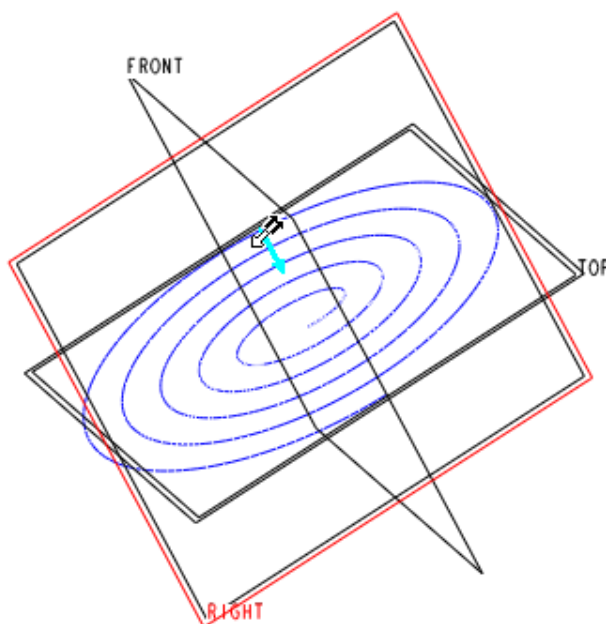

图 57-5
- (1) 单击基准特征工具栏中的  按钮，打开【草绘的基准曲线】对话框。
- (2) 选择 TOP 基准面为草绘平面，RIGHT 基准面作为参照面，如图 57-5 所示。